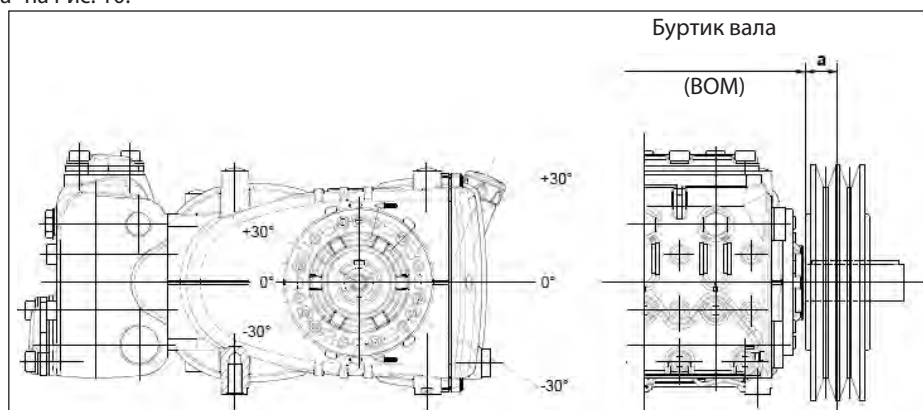

Рис. 10
Радиальная нагрузка на вал не должна превышать 3000 Н (значение, необходимое для определения компоновки). Передача считается подходящей в том случае, если данная нагрузка прилагается на максимальном расстоянии **a=30 мм** от буртика вала (ВОМ), как указано на Рис. 10.
- b) Пользуйтесь ремнями с высоким КПД, например, **XPB** вместо **SPB**, поскольку в этом случае потребуется меньшее количество ремней при одинаковой передаваемой мощности, что в свою очередь сократит расстояние между результирующей силой и буртиком вала (ВОМ) "а" на Рис. 10.
- e) Натягивайте ремень в направлении, указанном на Рис. 10, при необходимости обращайтесь в **технический отдел** или **сервисную службу**.